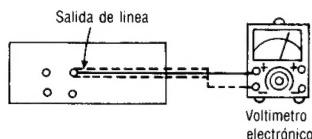

Fig. 1
1. La conexión del equipo de prueba se muestra en la Fig. 1.